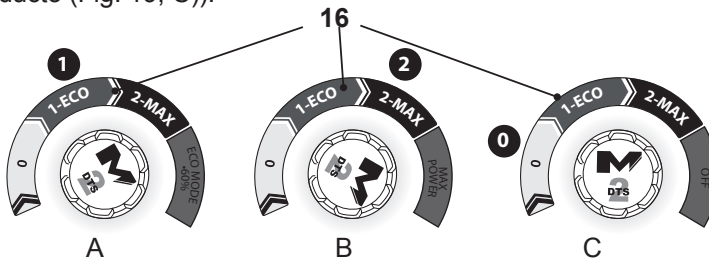

Fig. 19
1. Ponga el interruptor de encendido/apagado (16) en su posición "1" para arrancar el producto y trabaje en **ECO MODE (MODO ECO)** (baja velocidad) (Fig. 19, A). El ECO MODE (MODO ECO) puede ahorrar hasta un 60 % de consumo de energía.
2. Ponga el interruptor de encendido/apagado (16) en su posición "2" para arrancar el producto y trabaje con **MAX POWER (POTENCIA MÁXIMA)** (alta velocidad) (Fig. 19, B).
3. Ponga el interruptor de encendido/apagado (16) en su posición "0" para apagar el producto (Fig. 19, C)).